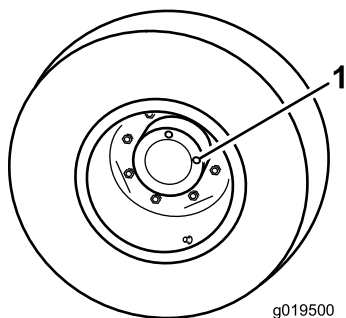

Figure 103
1. Amenez la machine sur une surface plane et horizontale, tournez la roue de sorte à placer un bouchon de contrôle à la position 12 heures et l'autre à la position 3 heures (Figure 103).
1. Bouchon de contrôle/vidange (2)
2. Retirez le bouchon qui est à la position 3 heures (Figure 103).